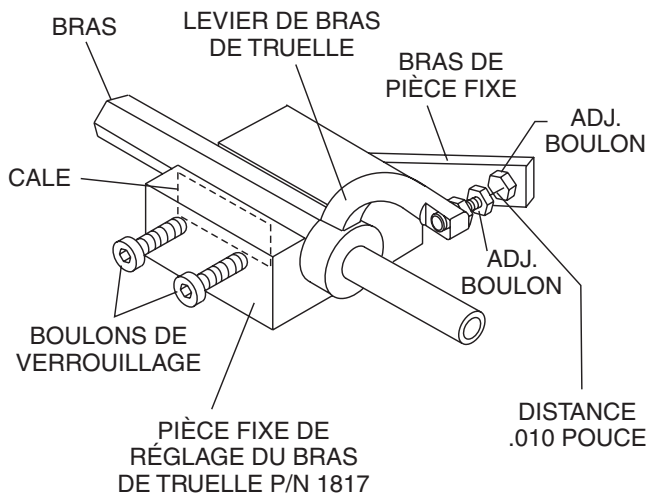

Figure 44. Composants de pièce fixe de réglage de bras de truelle
3. Dévisser les boulons de verrouillage sur l'outil de réglage et placer le bras de truelle dans la gorge de la pièce fixe comme indiqué sur la figure 44. Une cale mince peut être nécessaire pour couvrir les trous de lame sur l'arbre de truelle. S'assurer d'aligner le boulon de réglage de la truelle avec le boulon de réglage de la pièce fixe.